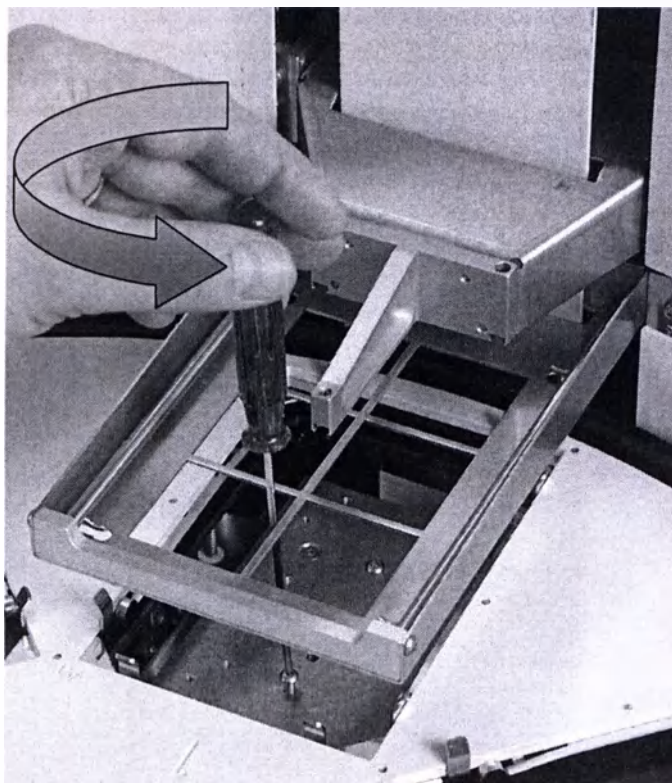

Рис. 5.20 Извлечение транспортировочного винта из гнезда для хранения
3. Извлечь транспортировочный винт из гнезда, поворачивая его против часовой стрелки (Рис. 5.20).